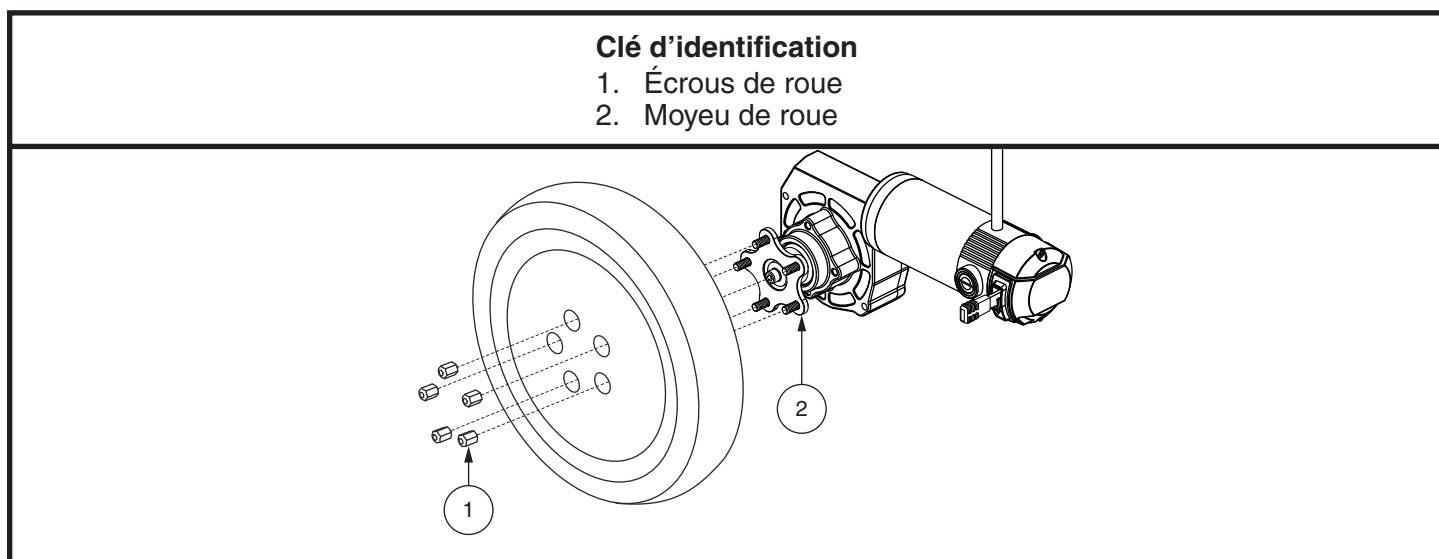

Figure 16. Enlèvement de la roue motrice Aspen
4. Retirez les cinq (5) écrous de roue du moyeu. **Voir la figure 16.**